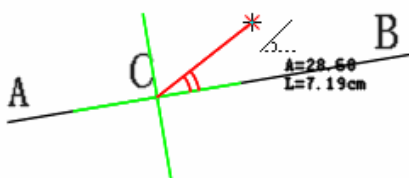

图 1
1. 如下图示, 点 C 是线 AB 上的一点。先单击线 AB, 再单击点 C, 此时出现两条相互垂直的参考线, 按 Shift 键, 两条参考线在图 1 与图 2 间切换;
2. 在上两图任一情况下，击右键切换角度起始边，下图是图 1 的切换图；